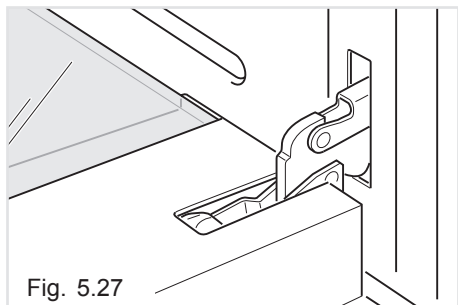

Fig. 5.27
- Fully open the oven door (fig. 5.27).